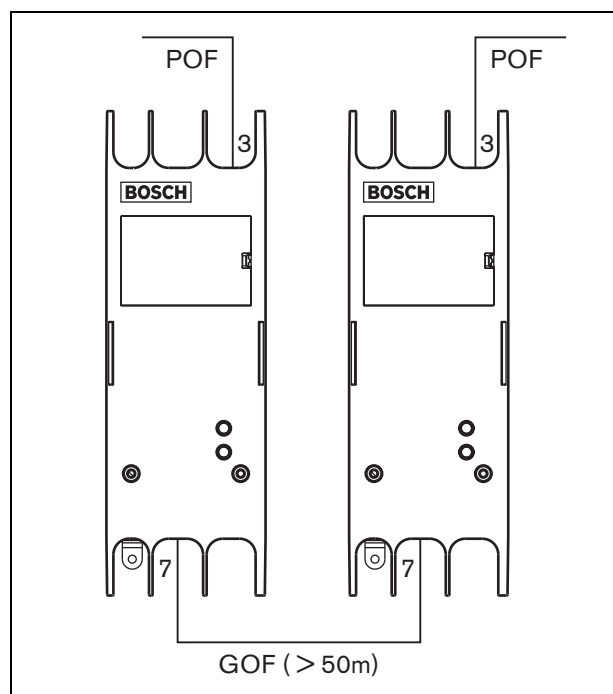

Abb. 31.4: Verwendung von LWL-Schnittstellen
Aufgrund des Lichtverlustes beträgt die Maximallänge des Kunststofflichtwellenleiterkabels (und damit auch der Systembuskabel) zwischen zwei Geräten 50 m. Wenn der Abstand zwischen zwei Geräten 50 m überschreitet, müssen PRS-FIN(NA) oder PRS-FINS LWL-Schnittstellen und Glasfaserkabel (GOF) verwendet werden (siehe Abb. 31.4).